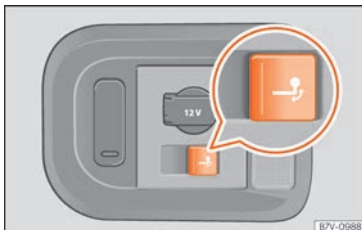

Abb. 280 Im Gepäckraum rechts: Taste zur Entriegelung der Anhängerkupplung.
- Ziehen Sie kurz an der Taste »» » **Abb. 280**. Die Anhängerkupplung wird automatisch entriegelt und dreht selbsttätig heraus. Die Kontrollleuchte der Taste blinkt.
- Ziehen Sie kurz an der Taste »» » **Abb. 280**. Die Anhängerkupplung wird elektrisch entriegelt.
- Wenn die Kontrollleuchte der Taste »» » **Abb. 280** → *blinkt*, ist die Anhängerkupplung noch nicht vollständig eingerastet oder beschädigt »» » ⚠.
- Wenn die Kontrollleuchte bei geöffneter Heckklappe »» » **Abb. 280** → *dauerhaft leuchtet*, ist die Anhängerkupplung vollständig eingerastet, sowohl in eingezogener als auch in herausgeschwenkter Stellung.
- Drücken Sie keinesfalls die Taste »» Abb. 280, wenn ein Anhänger oder ein Gepäckträger oder anderes Zubehör auf der Anhängerkupplung eingehängt ist.